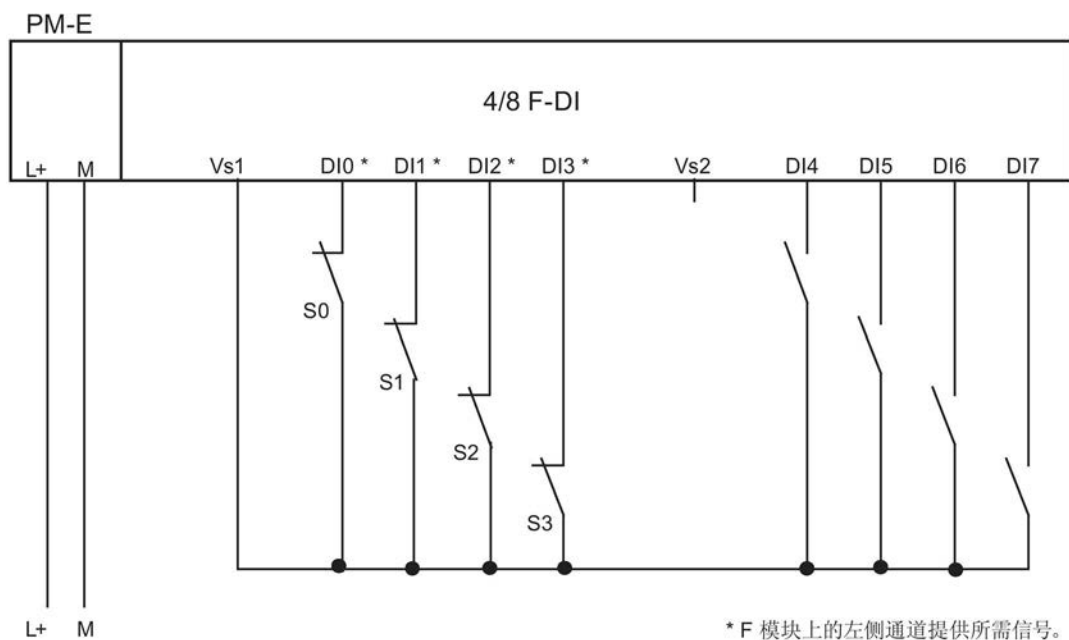

图 7-31 EM 4/8 F-DI DC24V 的接线图 — 通过两个通道非对等地连接两个单通道传感器，内部传感器供电
- 应用 3.2，请参见 图 7-31 EM 4/8 F-DI DC24V 的接线图 — 通过两个通道非对等地连接两个单通道传感器，内部传感器馈电 (页 158)